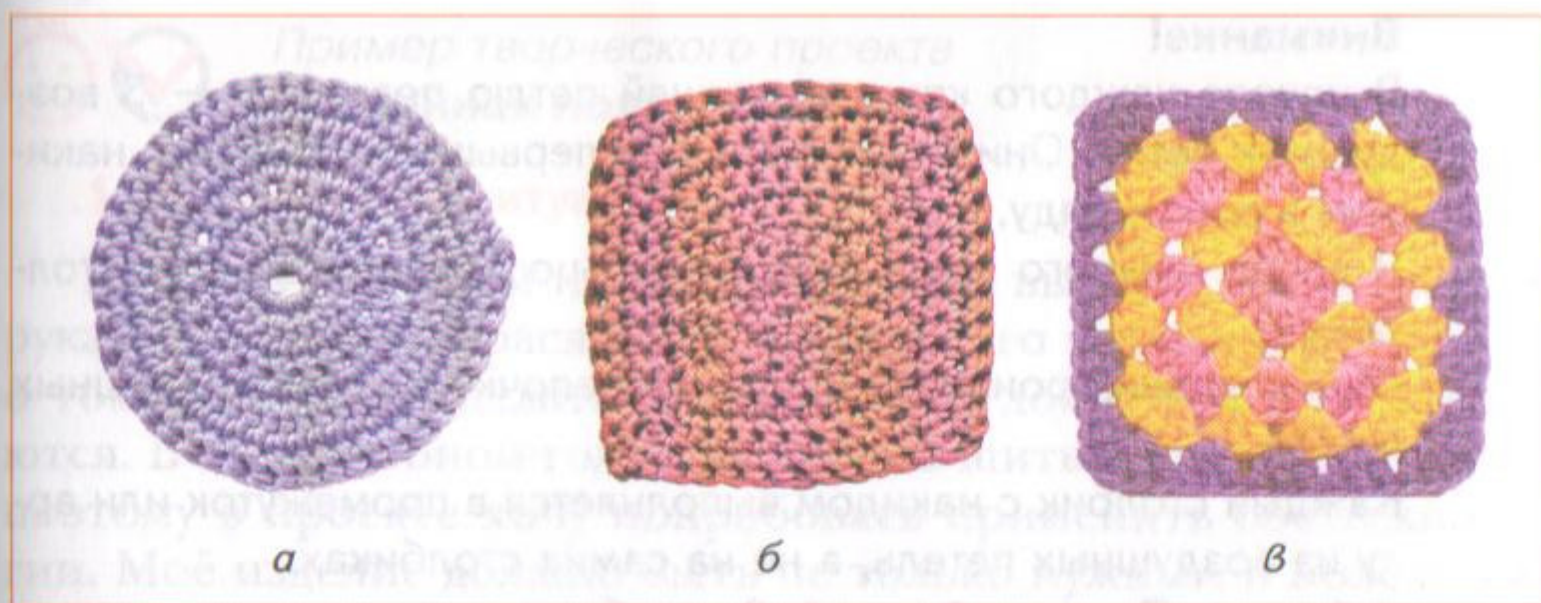

Рис. 118 Образцы вязания по кругу: а — круг; б — квадрат; в — мотив «бабушкин квадрат»
*4-й и последующие круги прибавки* (по 2 столбика без накида на одной петле) делай реже (рис. 118, а).
*2-й и последующие круги.* Выполни петлю поворота. Вывязывай по 2 столбика без накида и 1 воздушную петлю между ними на каждой воздушной петле предыдущего ряда и по 1 столбику без накида на каждой петле основания. Закрой кольцо соединительным столбиком (рис. 118, б).
*4-й круг. Пряжа цвета Г.* 3 столбика с накидом, 2 воздушные петли и снова 3 столбика с накидом под цепочки из 2 воздушных петель, затем 1 воздушную петлю, 3 столбика с накидом под следующую цепочку — 2 раза и ещё 1 воздушную петлю 4 раза (см. рис. 118, в).